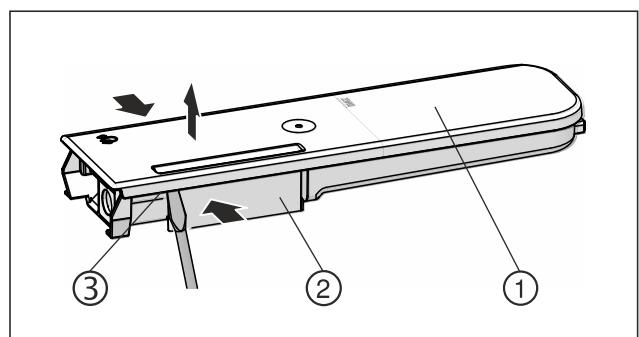

Fig. 165
- Rezervoar za vodo Fig. 165 (2) potisnite skupaj in pokrov Fig. 165 (1) previdno dvignite in povlecite navzgor nad zaklepne utore Fig. 165 (3).
- Pokrov Fig. 165 (1) narahlo potisnite v eno in drugo smer, nato ga odstranite s potiskom navzgor.